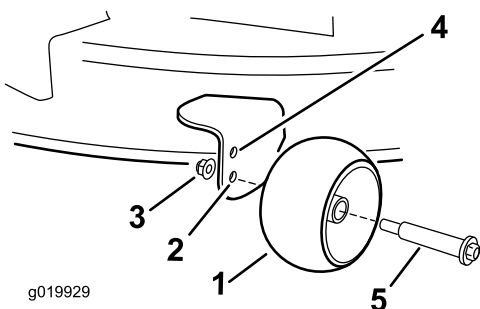

Figure 20
- Trou supérieur – utilisez cette position pour les hauteurs de coupe du tablier jusqu'à 63 mm (2½ po) (Figure 20).
- Trou inférieur – utilisez cette position pour les hauteurs de coupe du tablier à partir de 76 mm (3 po) (Figure 20).